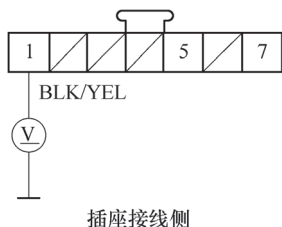

图 5-105 测量再循环控制电动机 7P 插接器的 1 号端子和车身搭铁之间的电压
3) 将点火开关置于 ON (II) 位置。
4) 如图 5-105 所示, 测量再循环控制电动机 7P 插接器的 1 号端子和车身搭铁之间的电压, 观察是否为蓄电池电压。如果不是, 维修驾驶人仪表板下熔丝 / 继电器盒中 30 号熔丝和再循环控制电动机之间的导线开路故障; 如果是, 进行下一步检查。